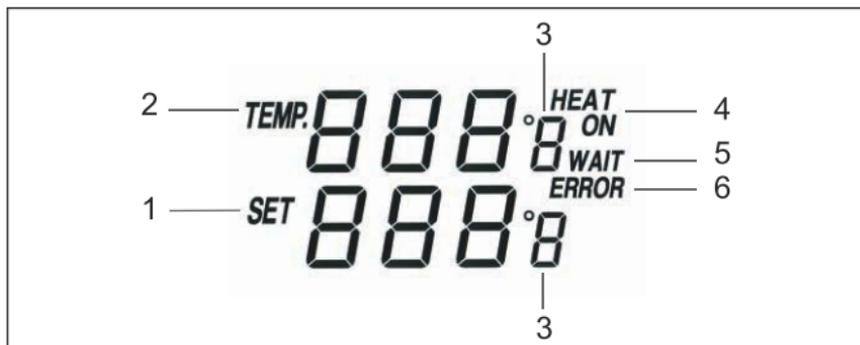

Fig.41: LCD-display
1. Tænd loddestationen på tænd/sluk-knappen (2).
2. Tryk på °C/°F-valgknappen (9) for at skifte mellem temperaturrehederne °C og °F. Den valgte enhed vises på displayet.
3. Indstil den ønskede loddetemperatur ved hjælp af temperaturforvalgsknapperne „200 °C“, „300 °C“ og „400 °C“ (10) og „UP“- og „DOWN“-knapperne.
F.eks. 300 °C: Når du har trykket på knappen „300 °C“, vises den valgte temperatur på displayet „SET 300 °C“. Den øverste værdi til højre ved siden af „Temp“ stiger i retning af 300 °C. I højre side af displayet vises „HEAT ON“ - Opvarmning aktiv - og „WAIT“ - Vent -. Se fig. 41. Meddelelsen forsvinder, når 300 °C er nået, og opvarmningen er afsluttet. Meddelelsen „WAIT“ vises derefter kun på displayet, når loddekolbens temperatur stiger eller falder med mere end 10 °C / 50 °F, og loddestationen igen regulerer temperaturen til den indstillede værdi. Udsving på ca. 10 °C / 50 °F omkring den indstillede temperaturværdi er normal.